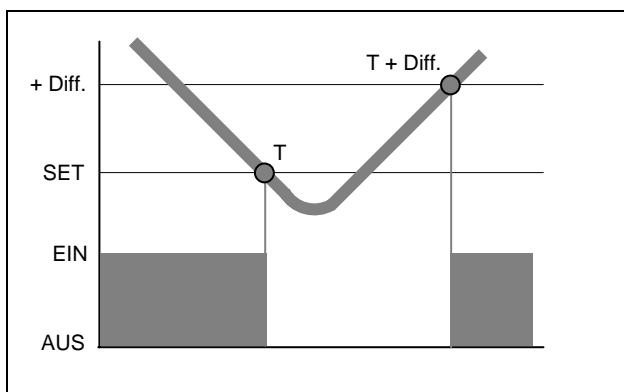

Abbildung 29 – FUNKTIONSPRINZIP BEI BETRIEBSMODUS RauT/AußT IN KÜHLUNG
Beim Betrieb in Kühlung (siehe Abbildung 29) ist die Anlage solange eingeschaltet, bis die programmierte Raumtemperatur (T) erreicht ist. Beim Erreichen des programmierten Raum-Temperaturwertes (T) wird die Anlage ausgeschaltet und erst wieder eingeschaltet, wenn der programmierte Raum-Temperaturwert + der eingegebene Differentialwert (T + Diff.) erreicht wird.